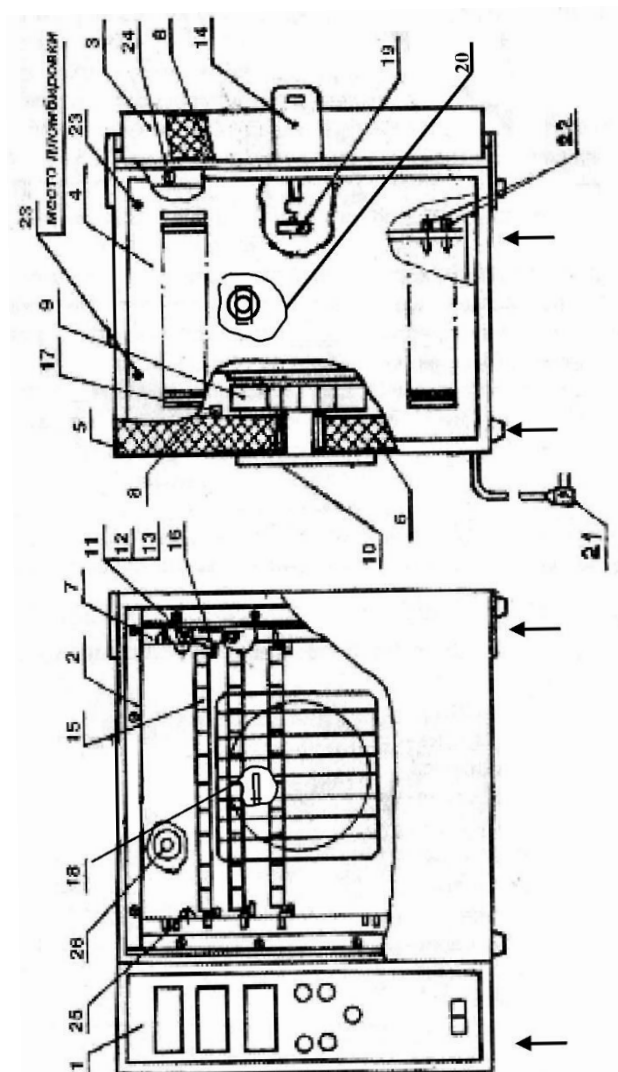

Рисунок 1
3.2.2 Установить угольники 16 (рисунок 1) в пазы камеры на нужных уровнях и на них поместить кассеты.
При работе стерилизатора в режиме сушки 85°C дверь фиксируется в открытом положении защелкой 14 (рисунок 1) на протяжении всего цикла для уменьшения времени сушки.
3.2.5. Вилку сетевого шнура 21 (рисунок 1) включить в сеть.
3.2.15. Открыть дверь 3 (рисунок 1) и произвести выгрузку объектов стерилизации. При выгрузке объектов во избежание ожогов необходимо применять средства индивидуальной защиты (СИЗ) рук.